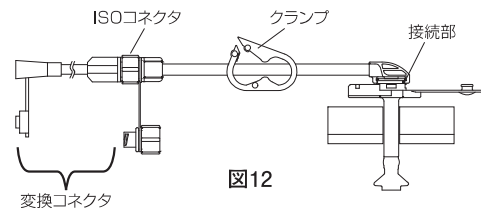

図12
4. 市販の変換コネクタの添付文書に従って、変換コネクタを接続する。(図12)